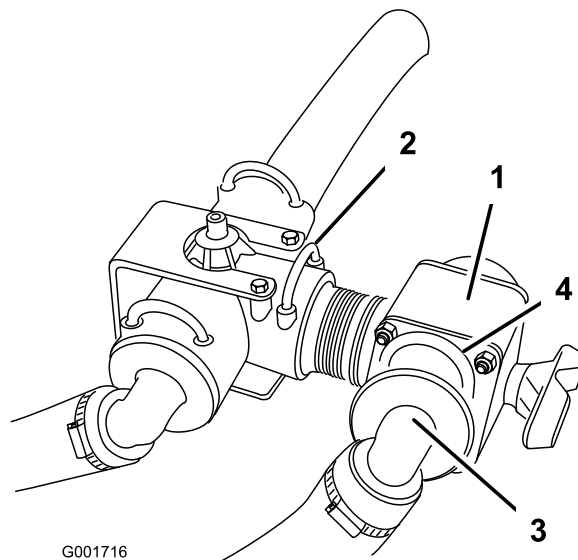

Figura 9
- Instale a nova válvula de controlo na porta aberta virada para trás no T de alimentação e prenda-a com a nova forquilha de retenção (Figura 9).
6. Ligue o tubo de alimentação da rampa à porta aberta na válvula de controlo e prenda-o com o fixador previamente removido (Figura 9).